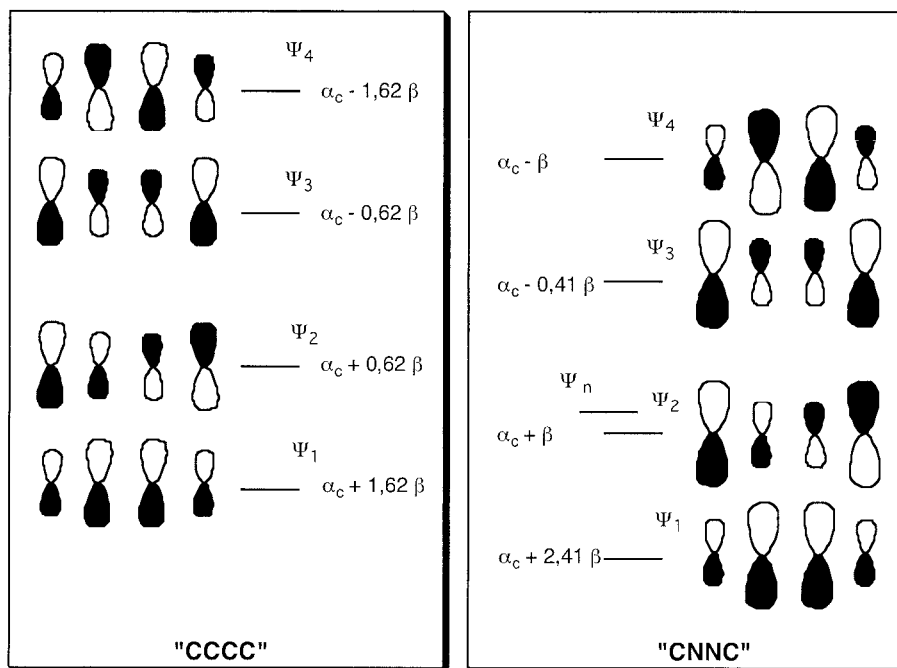

Figure 12. Orbitales du système  $\pi$  (et  $\psi_n$ ) des enchaînements "CCCC" et "CNNC".
La méthode de Hückel, appliquée à ces deux enchaînements, donne les diagrammes du système  $\pi$  représentés en Figure 12. Dans le cas de "CCCC",  $\psi_2$  et  $\psi_3$  sont respectivement la HO et la BV. Dans le cas de "CNNC", une OM supplémentaire,  $\psi_n$ , s'insère entre les orbitales  $\psi_2$  et  $\psi_3$  du système  $\pi$ .  $\psi_n$  est principalement composée d'orbitales portant les doublets non liants des atomes d'azote et ne fait elle-même pas partie du système  $\pi$ .
3.14 Compléter avec les électrons les OM de "CNNC" représentées sur la Figure 12 pour l'état fondamental.